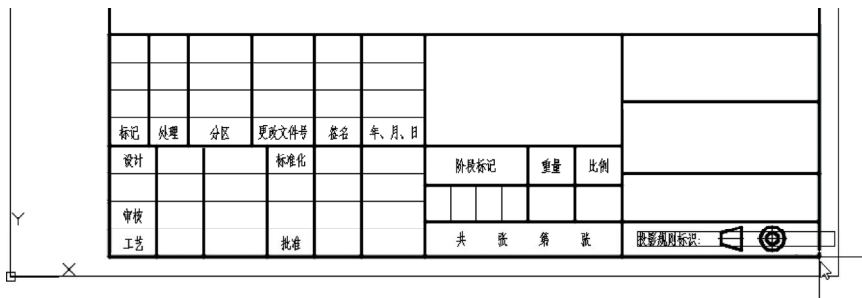

图 6-61 选定插入基点
3) 命令行出现“指定插入点或 [基点(B)/比例(S)/X/Y/Z/旋转(R)]:”的提示信息,使用鼠标将十字光标移到图 6-61 所示的位置处捕捉端点,单击确认该点为块的插入基点。